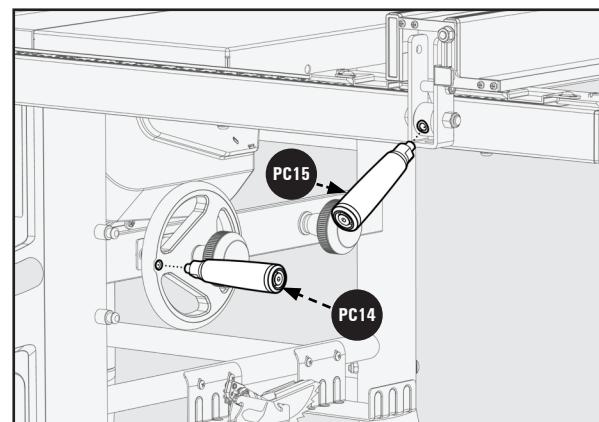

Figura 17
2. Inserte una manija **PC14** a la rueda manual de biselado situada en el lado derecho de la sierra, como se ve en la Figura 17.
1. Atornille el mango etiquetado **PC15** al tope paralelo con la llave hexagonal suministrada. Véase la Figura 17.